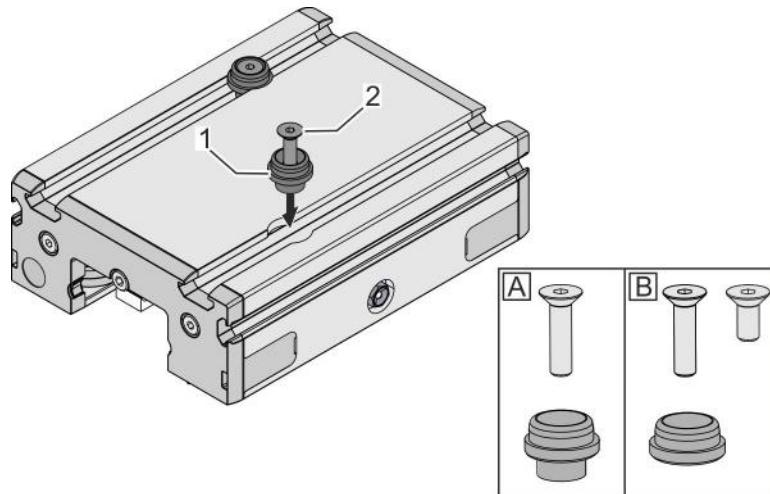

Fig. 38 : Montage des jeux de centrage
1. ➤ Introduire les jeux de centrage (Fig. 38 /1) dans les alésages prévus à cet effet sur le chariot de guidage.
2. ➤ Serrer la vis (Fig. 38 /2) :